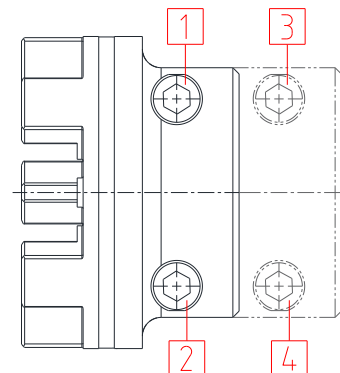

Bild 14: Anziehen der Schrauben
- Sichern Sie die DH-Klemmnaben durch wechselseitiges, stufenweises Anziehen der Klemmschrauben (siehe Bild 14). Beginnen Sie dabei in der ersten Stufe mit 1/3, in der zweiten Stufe mit 2/3 und in der letzten Stufe mit dem vollen Anziehdrehmoment. Die Schrauben sind mit einem geeigneten Drehmomentschlüssel auf die in Tabelle 3 angegebenen Anziehdrehmomente T_A anzuziehen. Ziehen Sie zum Schluss alle Schrauben nach, bis bei allen Schrauben das volle Anziehdrehmoment erreicht ist.